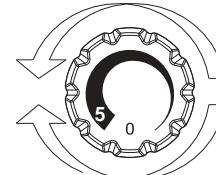

Abb. 2
- Die Temperaturinstellung beider Fächer erfolgt durch Drehen des Stellrings (Abb. 2). Die gewünschte Position einstellen: